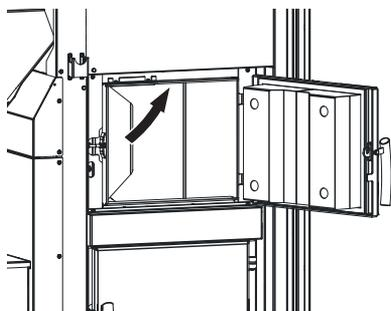
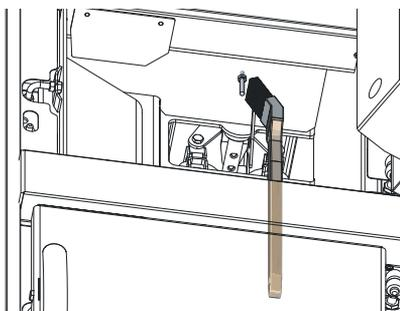

Fig. 38 Thermocontrol-Fühler reinigen
Fig. 39 Thermocontrol-Fühler reinigen
- ▶ Bei Bedarf Flugasche vom Thermocontrol-Fühler mittels Reinigungspinsel entfernen. Der Thermocontrol-Fühler befindet sich im Brennraum – Fig. 38, Fig. 39.